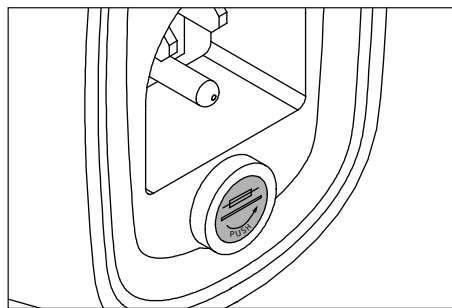

Figura 7 - Cambie el fusible
6. Cuando el artículo alcanza la firmeza deseada, presione el botón de encendido otra vez para parar el inflado. Se puede leer entonces la presión actual en el manómetro digital. (Vea la Figura 7).